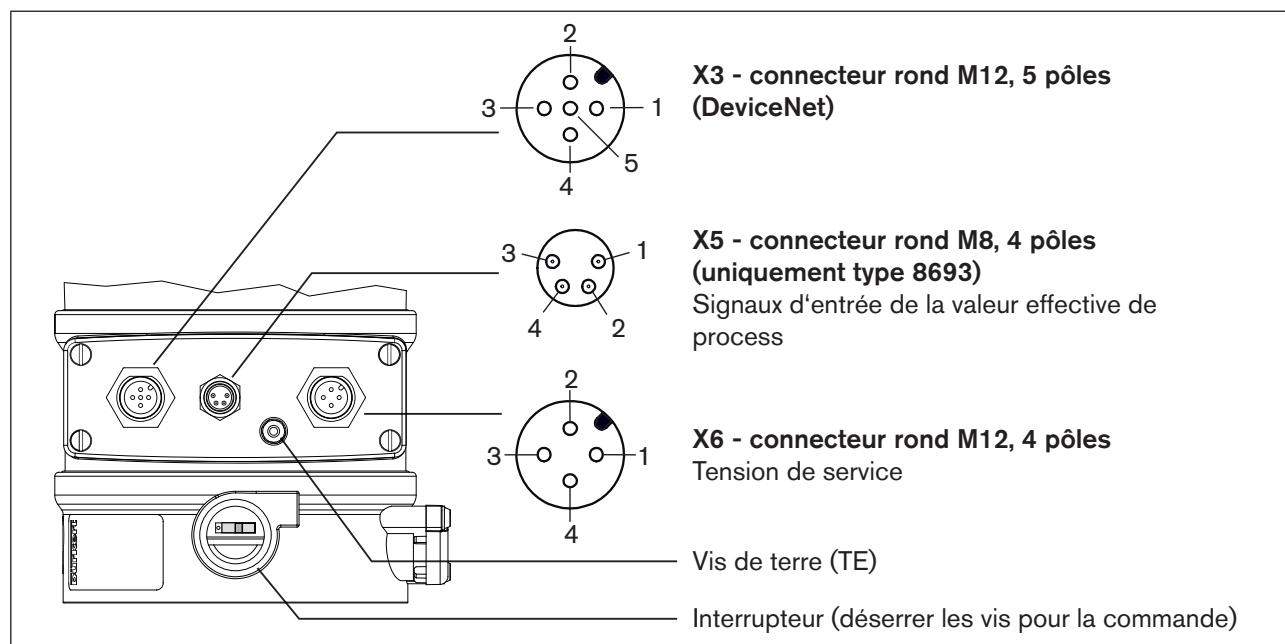

Figure 132 : Raccordement électrique DeviceNet, type 8692/8693
Le boîtier électrique de raccordement est muni d'une vis sans tête avec écrou pour le raccordement à la terre (voir « Figure 132 : Raccordement électrique DeviceNet, type 8692/8693 »).
*** L'interrupteur se trouve sous le raccord vissé voir « Figure 132 : Raccordement électrique DeviceNet, type 8692/8693 ».